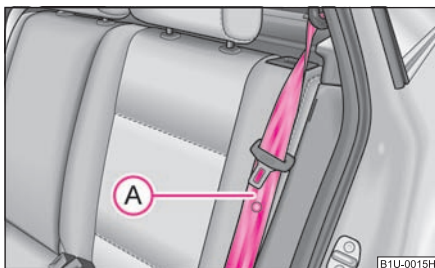

Fig. 66 Deblocarea spătarului scaunului
- Aduceți centura de siguranță laterală din spate (A) în spatele marginii capitonajului lateral ⇒ fig. 66.